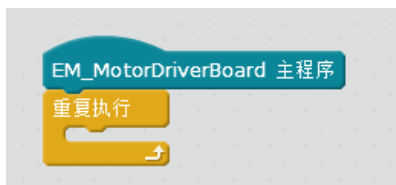

图 2-7
- 2) 在标签区点击“控制”标签，将“重复执行”积木块拖动到脚本区 MotorDriverBoard 主程序的下面，如图 2-7